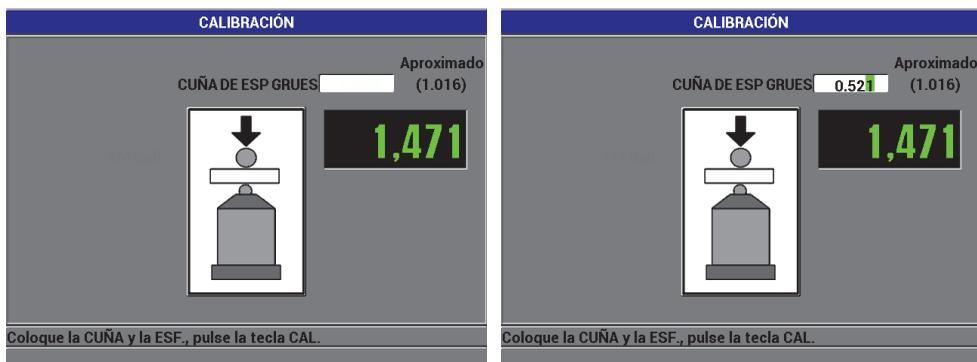

Figura 4-9 Punto de calibración de CUÑA DE ESPESOR GRUESO
- Punto de CUÑA DE ESP. GRUESO: el equipo solicitará que se coloque la cuña de espesor grueso y el accesorio auxiliar sobre la punta de la sonda. El espesor grueso de este punto de calibración varía según el tipo de accesorio auxiliar (esfera de acero, disco o hilo metálico) seleccionado. El espesor aproximado de la cuña aparecerá en el cuadro de medida inferior. Pulse la tecla [CAL] para transferir la medida hacia el cuadro de diálogo (cuadro superior). Es posible utilizar las flechas de dirección para introducir el espesor de la cuña de calibración conocido y, a continuación, pulse la tecla [CAL] (ver la Figura 4-9 en la página 97).